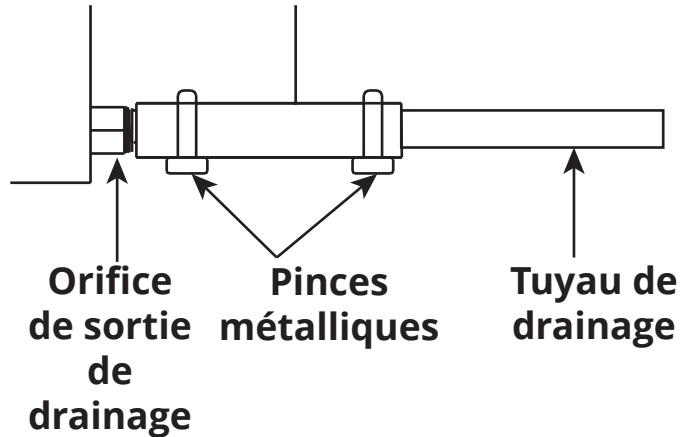

Figure 5.16
1. Tout d'abord, vous installerez l'adaptateur de tuyau de drainage sur l'orifice de sortie de vidange de la cassette, en utilisant l'un des colliers fournis pour le fixer en place en serrant le collier (voir la figure 5.16).
2. Faites glisser l'autre collier métallique sur l'autre extrémité de l'adaptateur de tuyau de drainage. Ensuite, faites glisser le tuyau de drainage dans l'extrémité de l'adaptateur et fixez-le en serrant le collier (voir la figure 5.16).